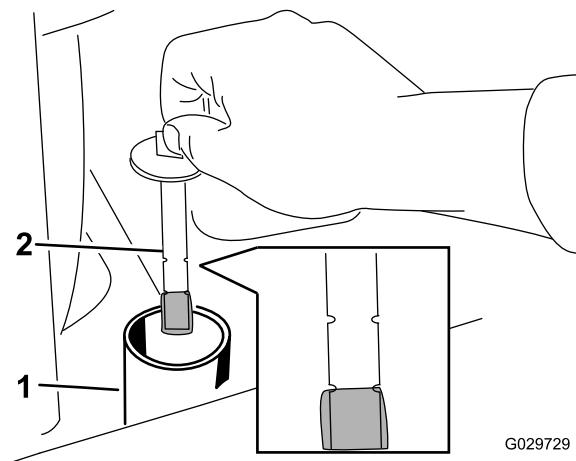

図 67
6. 油圧オイルタンクのキャップとディップスティックを外す図 67。